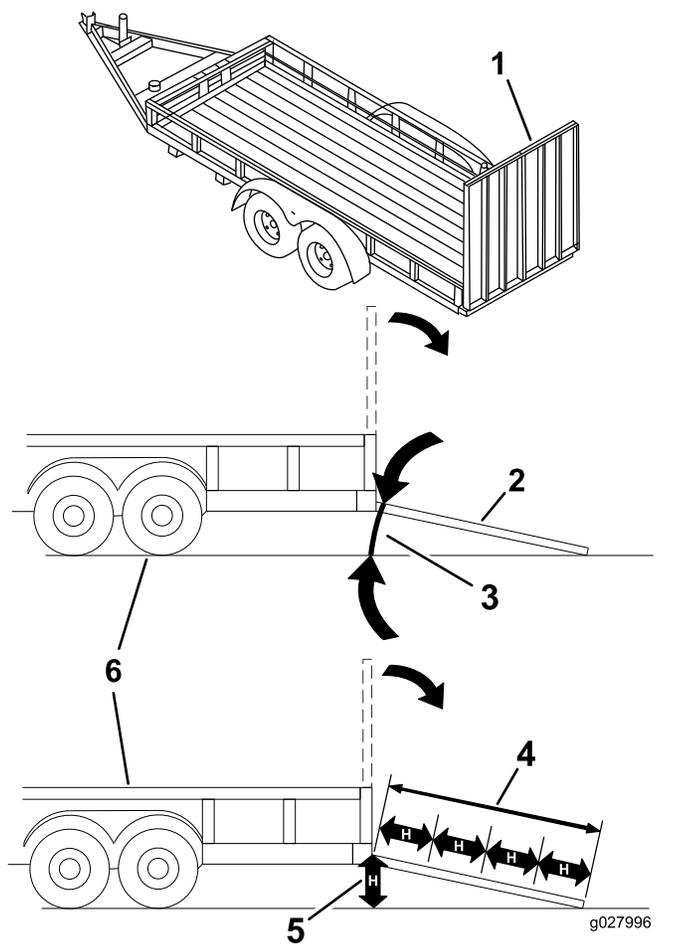

Figure 42
Le chargement de la machine sur une remorque ou un camion augmente le risque de basculement, et donc de blessures graves ou mortelles (Figure 42).
3. Abaissez la rampe pour que l'angle avec le sol ne dépasse pas 15 degrés (Figure 42).
1. Abaissez la rampe pour que l'angle avec le sol ne dépasse pas 15 degrés (Figure 42).